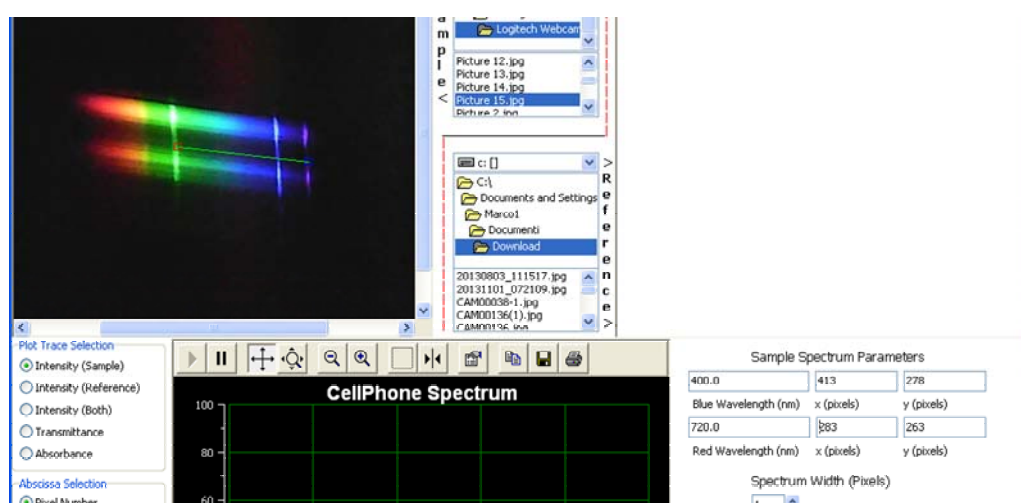

Figura 17: determinazione visiva dei pixel della prima e della terza riga spettrale del mercurio.
- 2) Cliccare in corrispondenza del punto centrale della prima riga del Mercurio selezionandolo come estremo blue dello spettro, circa a metà altezza della zona in cui si osserva il segnale (Figura 17)